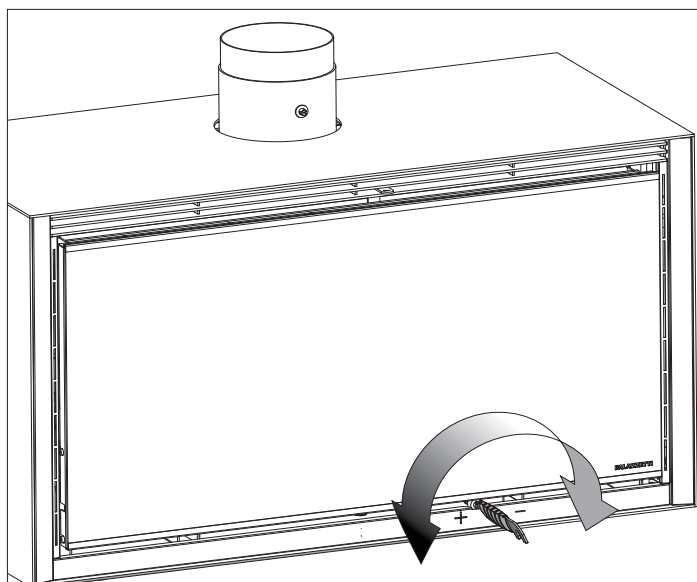

fig. 6.1
- Die Regulierung der Primärluft maximal öffnen (Abb. 6.1);
Die Verbrennung wird eingestellt, indem der in der Lieferung enthaltene hitzeabweisende Griff in die Öffnung unten am Rahmen der Tür eingesetzt wird. Nach rechts gedreht, verringert sich die Luftzufuhr und nach links wird sie erhöht (Abb. 6.1).